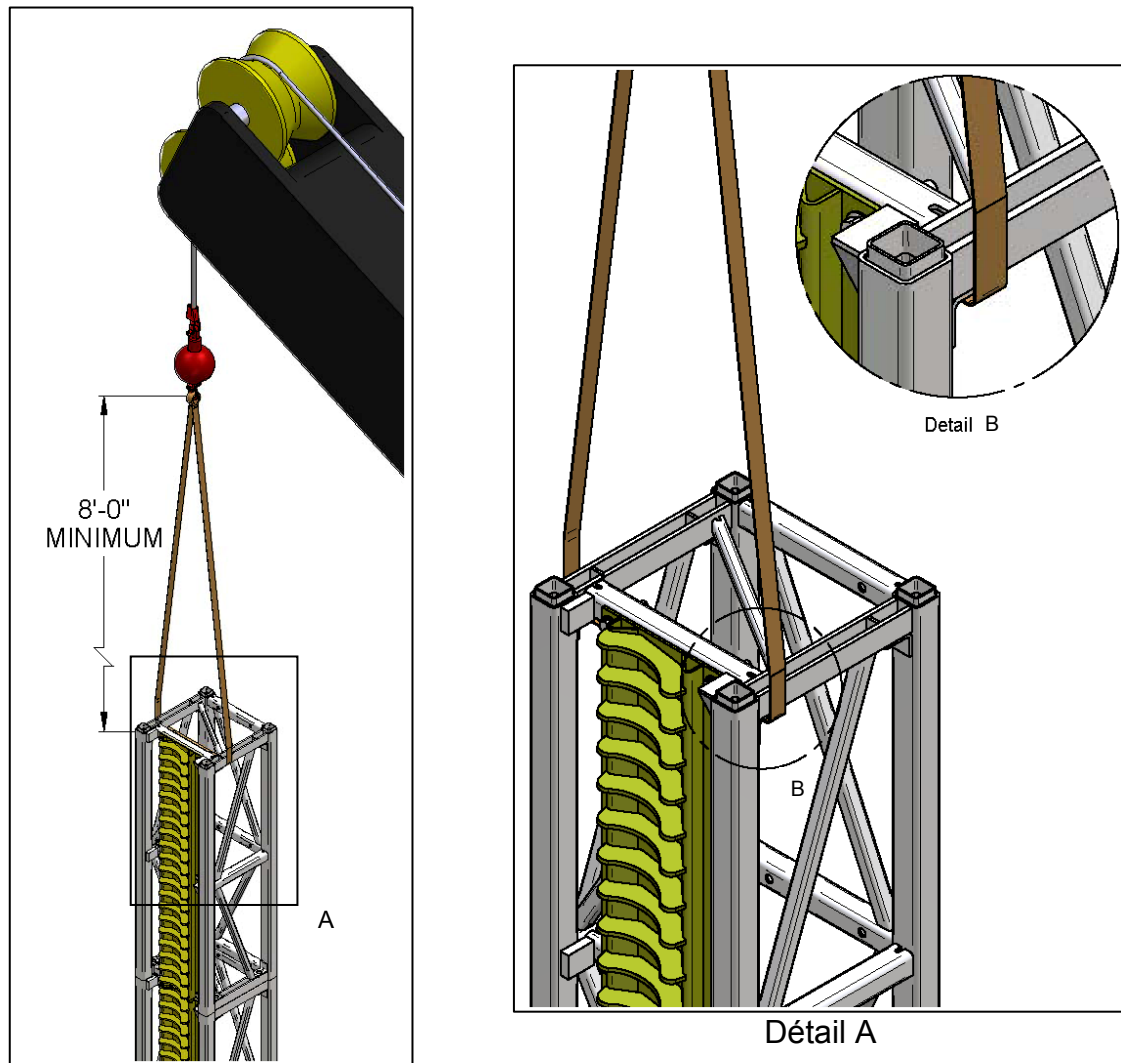

Figure 6
- 3 - Une distance minimale de 8 pieds (2.44 mètres) doit séparer l'extrémité du mât et le crochet de l'appareil de levage. Cette méthode vise à diminuer la composante horizontale de l'effort appliqué par l'élingue sur le mât. (Voir figure 6)